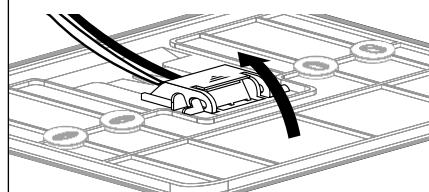

Abb. 2
- schließen Sie die beiden Kabel an die klemmen an (wie auf nachfolgender Seite beschrieben) und schließen Sie die Schutzlasche [Abb. 2],